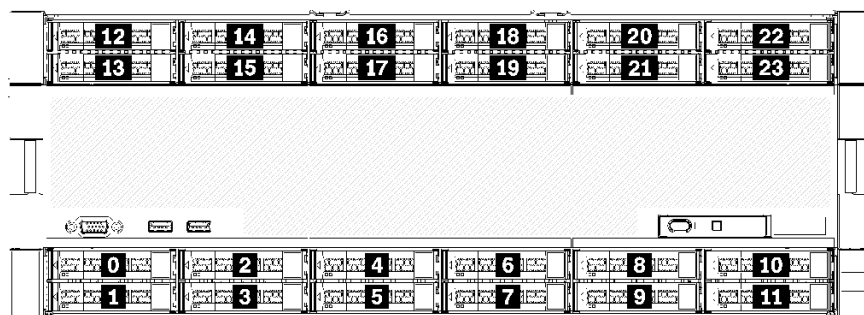

图 5. 硬盘插槽位置
- 顶部两个硬盘支持 SAS、SATA 或 NVMe 接口硬盘（Lenovo AnyBay）。服务器可支持最多 12 个 NVMe 硬盘，具体取决于服务器配置。支持 NVMe 的硬盘插槽是具有偶数编号的插槽，如第 17 页图 5 “硬盘插槽位置” 中所示。